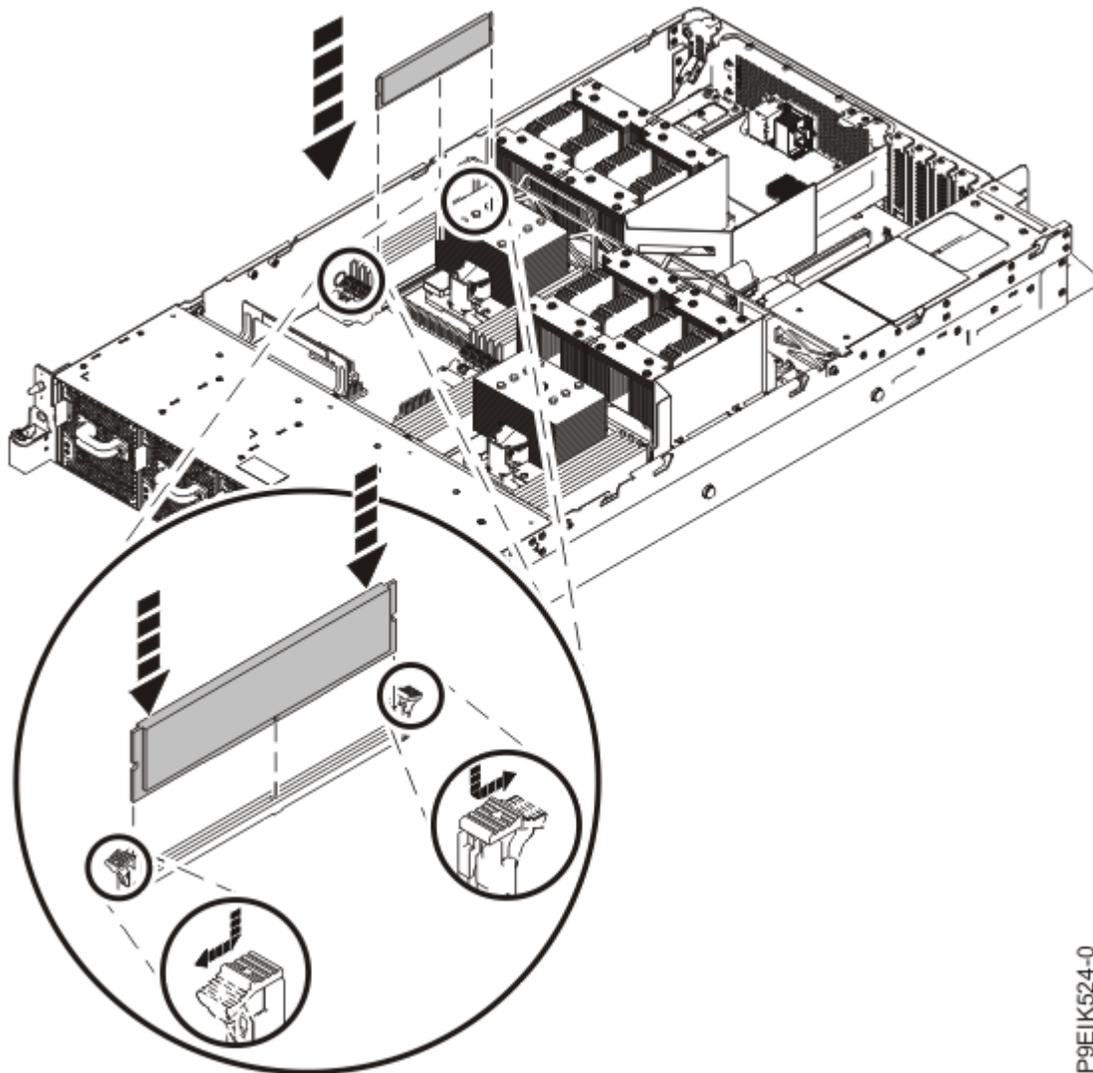

Figura 31. Instalación de módulos de memoria
- a) Presione las pestañas de bloqueo hasta que queden abiertas, alejándolas de la ranura, en la dirección que se muestra en la Figura 31 en la página 37.